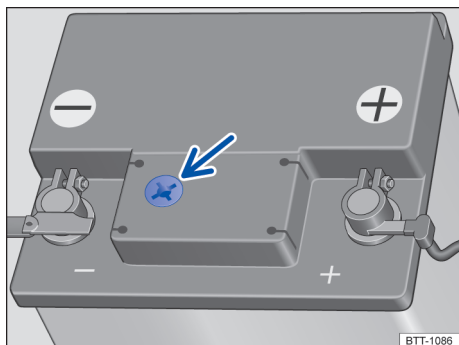

Fig. 156 No compartimento do motor: exemplo de posição do visor no lado superior da bateria do veículo.
- O visor redondo → **Fig. 156** na parte superior da bateria do veículo muda de cor conforme o nível do eletrólito.